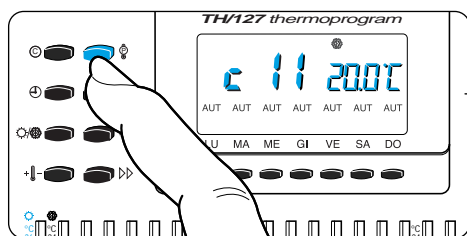

Fig. 32
10.1 - Premere il pulsante **C** (fig. 32).
11.1 - Premere il pulsante **C** (fig. 32).